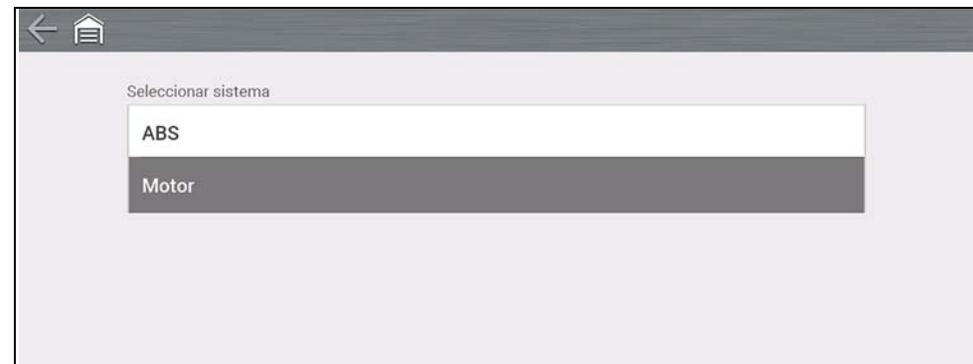

Figura 7-3
1. Seleccione un sistema de la lista (Figura 7-3).